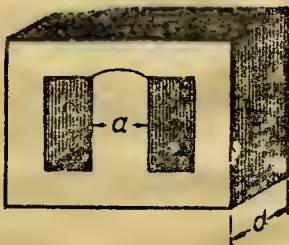
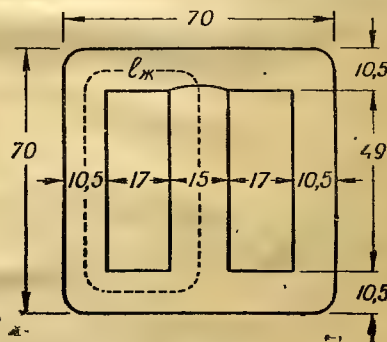

Рис. 8
Рис. 9. Железо типа Ш-15
Для любого типа сердечника объем железа может быть определен как произведение величины средней длины магнитного пути (указан пунктиром на рис. 9—12) и площади поперечного сечения среднего стержня. Средняя длина магнитного пути для каждого типа сердечника — величина вполне определенная, и объем, следовательно, зависит только от сечения среднего стержня. Последний в свою очередь имеет вполне определенную ширину a и сечение его зависит от толщины d (рис. 8) или от количества пластин сердечника.
где L_1 , определяемая по формуле (1), — самоиндукция, а $Q_{\text{ж}}$ — площадь сечения среднего стержня трансформатора, определенная как произведение $a \times d$ (рис. 8).